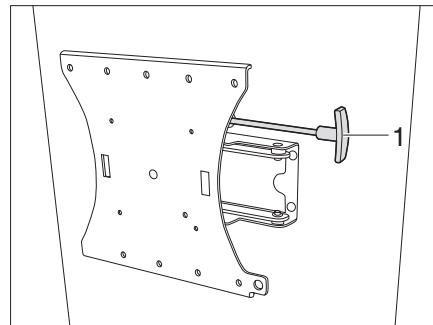

Fig. 138 Supporto con braccio snodato (variante 2)
- Tirare la leva (Fig. 138,1) per sbloccare lo schermo piatto dall'arresto.
- Reinsérer la leva (Fig. 138,1) di arresto.